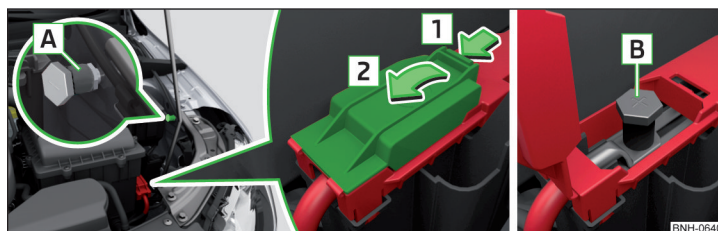

Fig. 252 Punctul de masă și polul plus la autovehiculele cu bateria în portbagaj
Polul plus **B** se află sub un capac, în compartimentul motor » fig. 252.
- › Conectați borna plus a cablului pentru pornire asistată în poziția **B** » fig. 252.